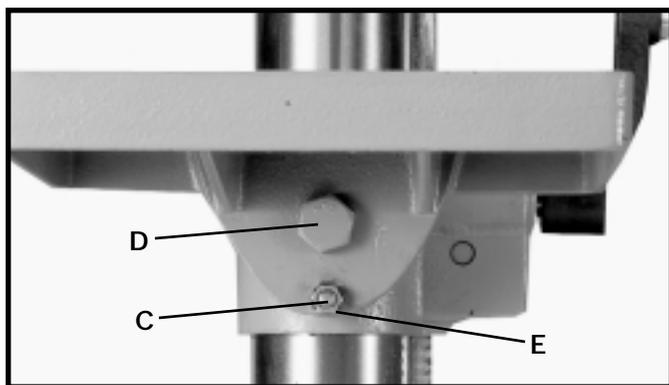

Fig. 22
3. Le plateau peut être incliné vers la droite ou la gauche en retirant l'axe d'alignement du plateau (C) fig. 22. **REMARQUE :** S'il est difficile de retirer l'axe (C), tournez l'écrou (E) vers la droite pour retirer l'axe de la partie en fonte.